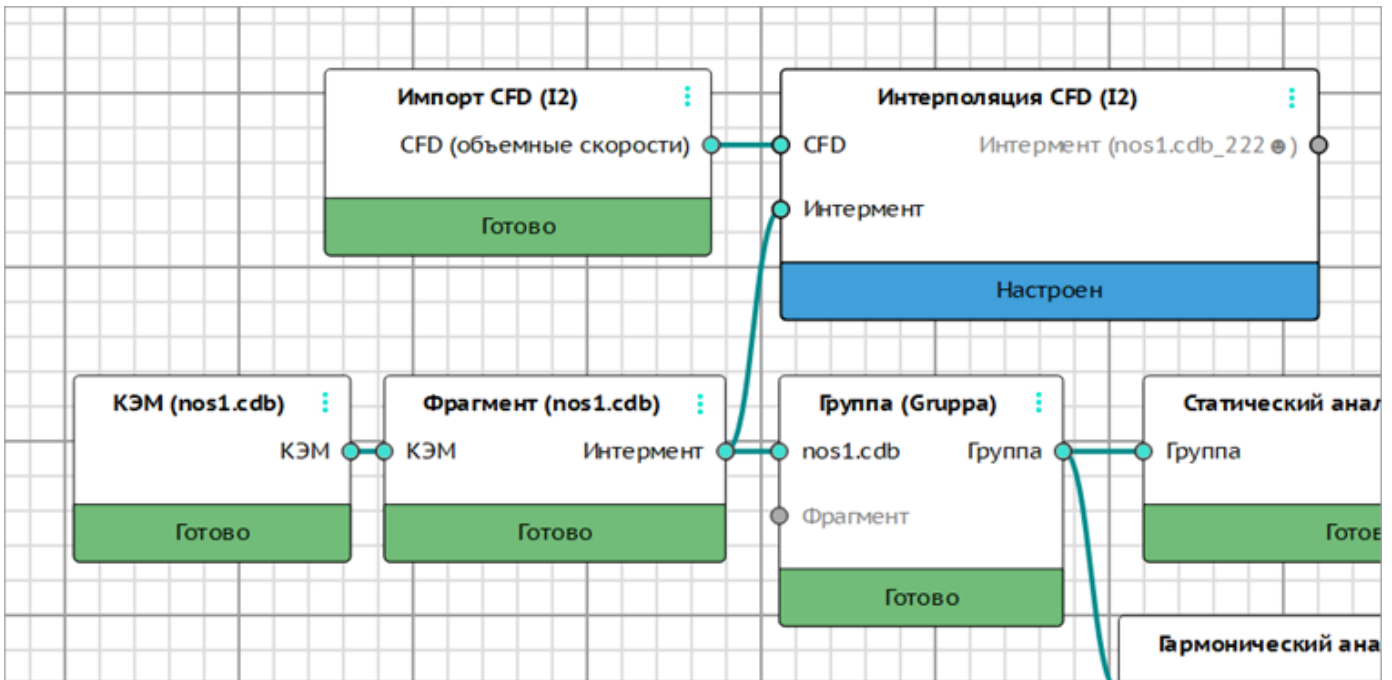

Рисунок 387 – Создание связи между карточками «Фрагмент» и «Интерполяция CFD»
– поле «Интермент» – необходимо выбрать из списка название интермента акустической модели, в узлы которой будет проводиться интерполяция. Список содержит наименования всех имеющихся интерментов в проекте. Кнопка  справа от названия интермента позволяет показать/скрыть соответствующее изображение на сцене. Сразу после сохранения настроек карточки вход «Интермент» карточки «Интерполяция CFD» соединится с выходом соответствующей карточки «Фрагмент» (Рисунок 387).